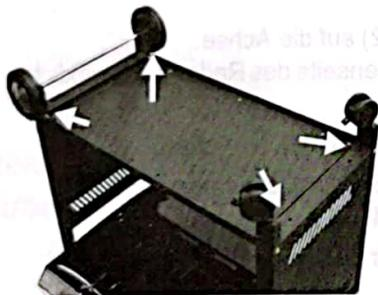

Abb. 14
- Setzen Sie die Bodenplatte ein und schrauben Sie diese mit 4 kurzen Schrauben, Unterlegscheiben und Muttern fest (Abb. 14/Pfeile).